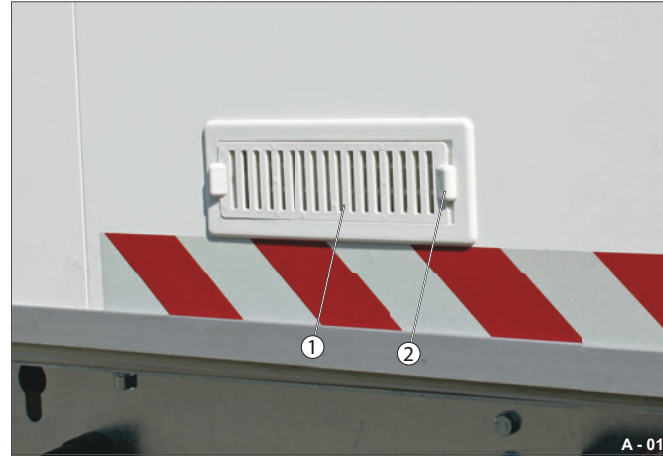

Abb. 11 Lüftungsschieber Innenansicht
Bei geöffneten Lamellen (Abb. 11/1) findet eine permanente Luftzirkulation im Innenraum statt.
- ▶ Schieben Sie die Lamellen mittels Schieber (Abb. 11/2) entsprechend nach rechts / links.